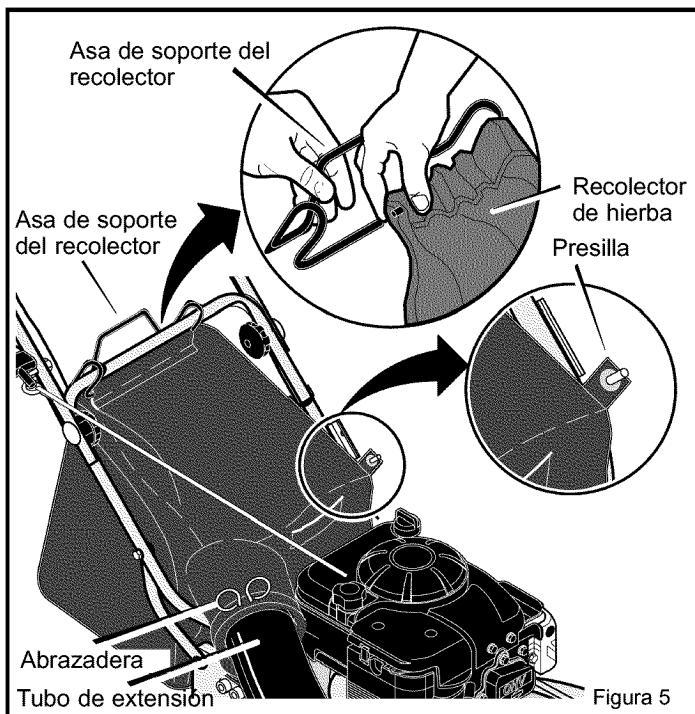

Figura 5
- Conecte el **asa de soporte** a la parte superior del **recolector de hierba** (vea la Figura 5).
- Apriete los extremos de la **abrazadera** y deslice la parte delantera del **recolector de hierba** en el extremo del **tubo de extensión** (vea la Figura 5).